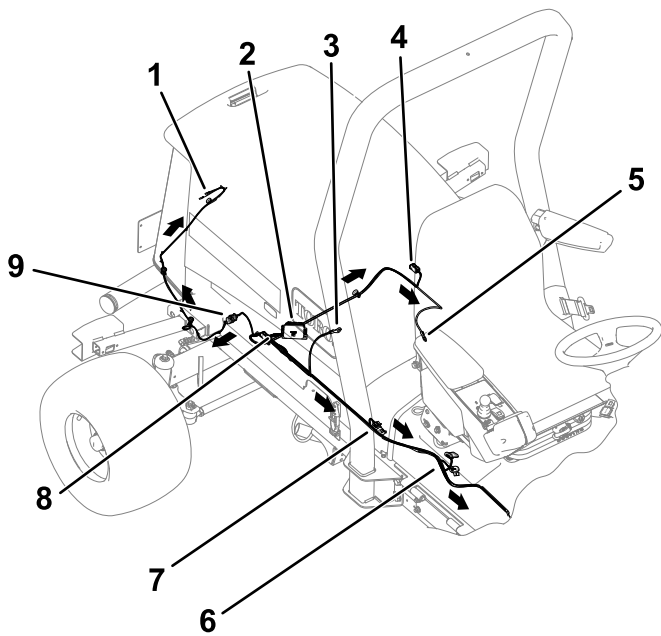
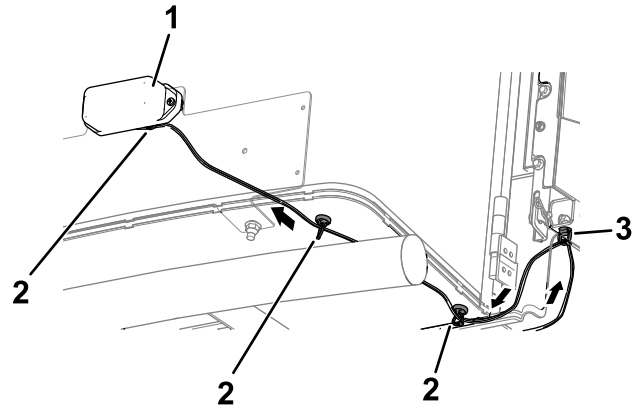

Figura 16
Figura 18
5. Disponete il cablaggio preassemblato sul lato sinistro della macchina, come illustrato nella Figura 16.
6. Collegate il montante della messa a terra del motore del cablaggio preassemblato alla morsettiera di messa a terra (Figura 16).
7. Collegate il cablaggio preassemblato alle luci posteriori destra e sinistra (Figura 16).
9. Utilizzate il cablaggio dell'adattatore lungo per collegare il cablaggio preassemblato alle luci della targa. (Figura 16 e Figura 18).
Fate riferimento a Figura 18 per la posizione corretta del supporto di fissaggio magnetico. Posizionate 1 magnete sulla superficie interna del supporto della targa. Fate passare il cablaggio dell'adattatore attraverso la clip di fissaggio che avete installato al passaggio precedente.
10. Continuate a disporre il cablaggio preassemblato lungo la guida del telaio di destra (Figura 16).
11. Collegate il terminale ad anello all'avviamento (Figura 16).
12. Collegate il cablaggio preassemblato alla lampada di segnalazione (Figura 16).
13. Collegate il cablaggio preassemblato all'interruttore di folle (Figura 16).